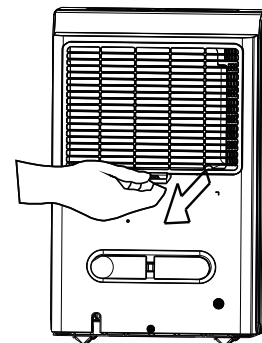

Fig. 14
- För att ta bort filtret, dra filtret utåt (se Fig. 14).